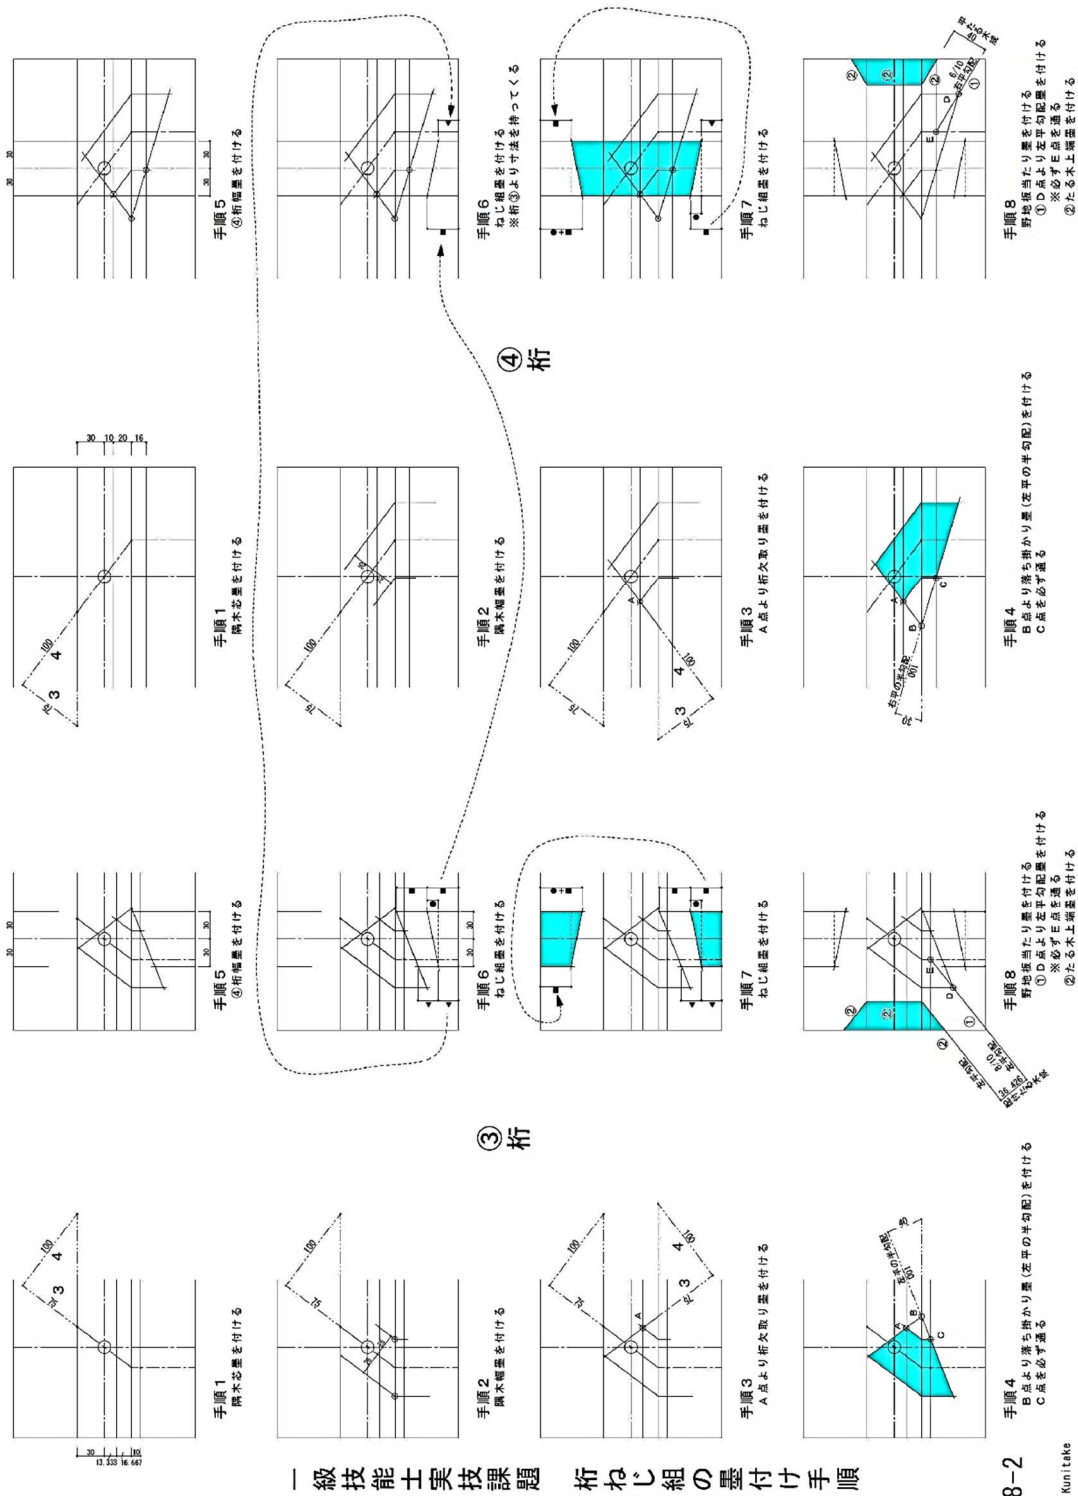

図 2-12-5 桁ねじ組の墨付け手順
(3) 桁ねじ組の墨付けについて
課題図より桁のねじ組の仕様については、上木となる③桁を基本に考えるように指示されている。しかし、振れ墨の場合墨付け時に混乱してしまうこともあるので墨付け手順を整理してまとめた。(図 2-12-5)